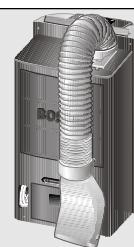

Fig. 24
- Hiervoor buigt u de buis naar de achterkant van het apparaat en maakt deze vast aan de diffusie haak, **Fig. 24 en 25**.